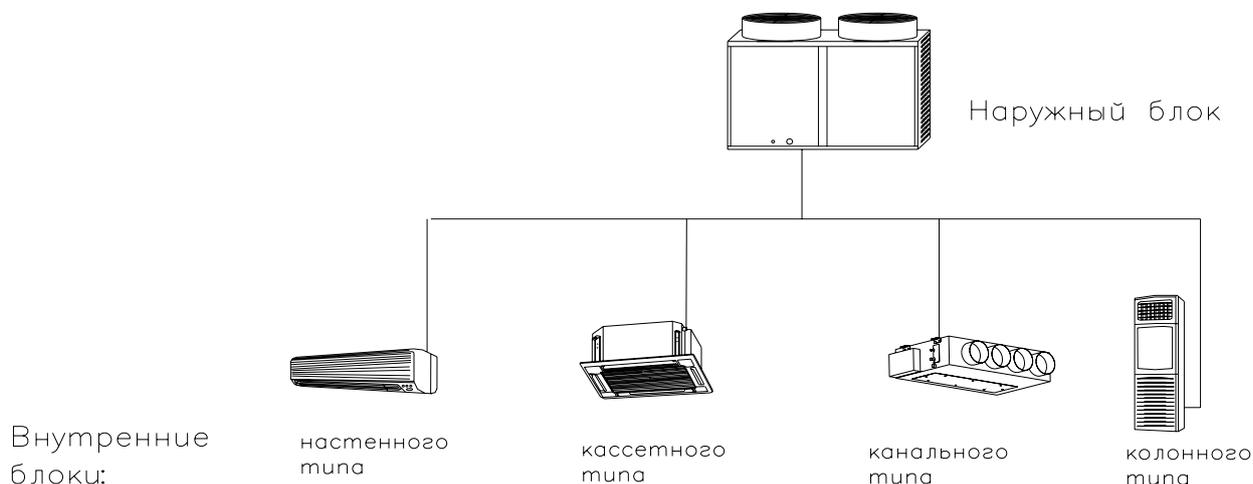

Рис.3.1-Мультizonальная система GMV
- В состав мультizonальной системы GMV входит один наружный блок и внутренние блоки различных типов установки и различной мощности (см.рис.3.1)